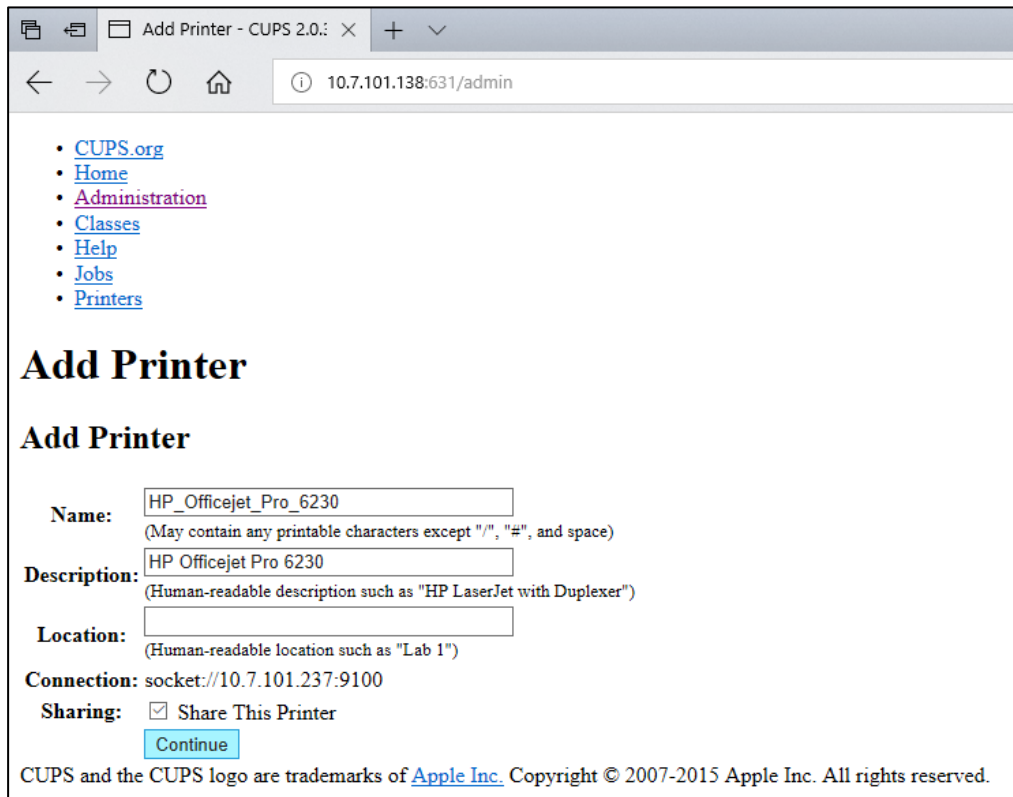

Figura 82. Schermata di aggiunta stampanti.
5. Selezionare Share this printer (Condividi questa stampante) e premere Continue (Continua) (Figura 82).